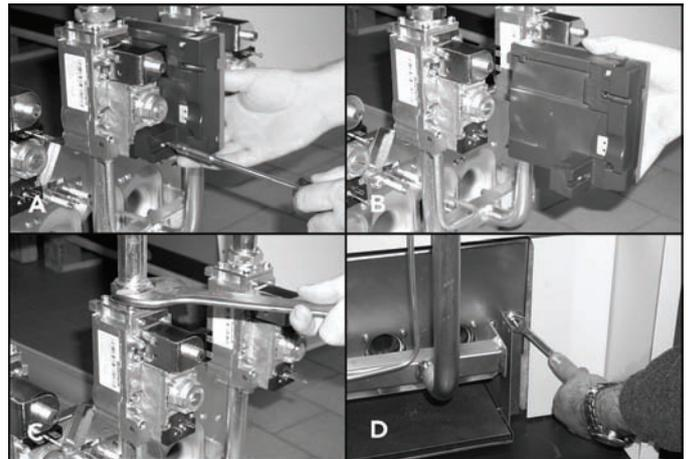

рис. 7 - Демонтаж и очистка горелок
- Если горелки на жгутятся и после электронного блока контроля пламени к газовому клапану (поз. А - рис. 7) и демонтируйте его с клапана (поз. В - рис. 7).
- Отвинтите гайки крепления трубы подачи газа, расположенной перед газовыми клапанами (поз. С - рис. 7).
- Отвинтите две гайки крепления дверцы камеры сгорания к чугунным элементам корпуса котла (поз. D - Рис. 7).